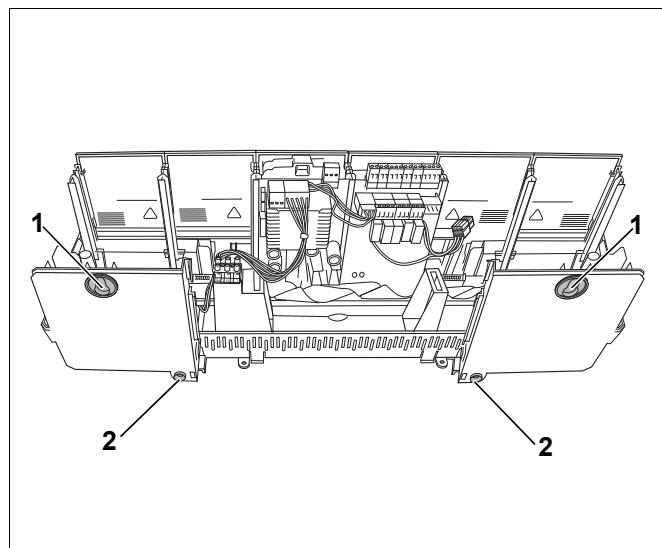

Рис. 3 Задняя сторона системы управления, отверстия для крепления
- Пробейте отверткой два верхних крепежных отверстия системы управления (\rightarrow Рис. 3, [1]).
- Закрепите систему управления на стене четырьмя винтами (\rightarrow Рис. 3, [1] + [2]).